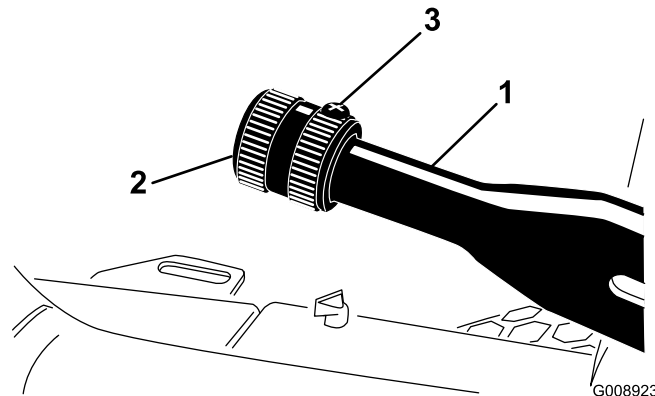

図 58
1. ブレーキレバーに調整ノブを固定している固定ネジをゆるめる（図 58）。